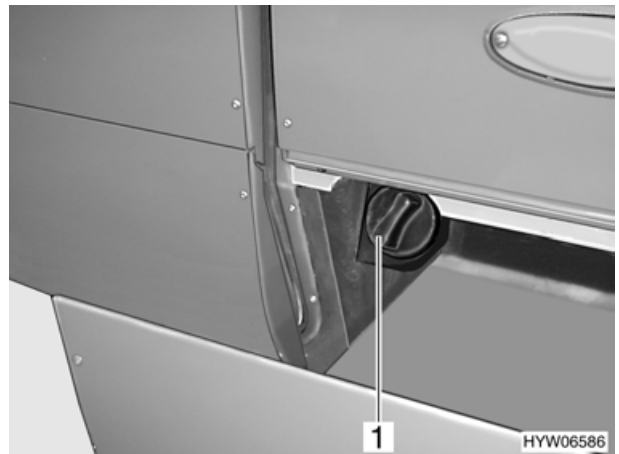

Fig. 14 Bocchettone di riempimento per il rifornimento di carburante
Il bocchettone di riempimento (Fig. 14,1) per il rifornimento di carburante si trova nel gavone estraibile sottopavimento, in avanti a sinistra.
- Girare il coperchio (Fig. 14,1) di un quarto di giro in senso antiorario.